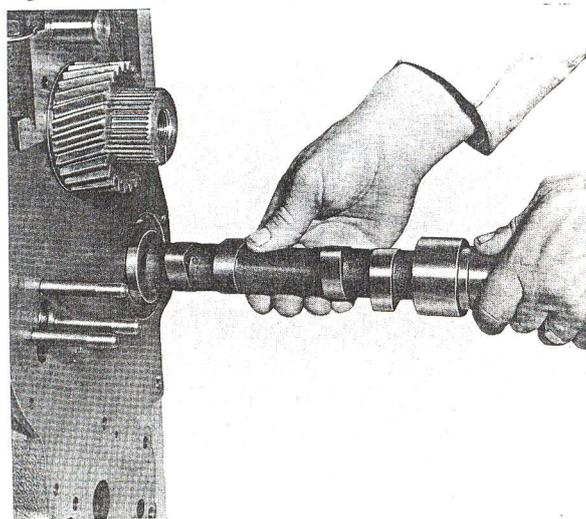

Fig. L15 — Dépose de l'arbre à cames.
7. Retirer l'arbre à cames en prenant soin de ne pas endommager les paliers et les cames (fig. L15).